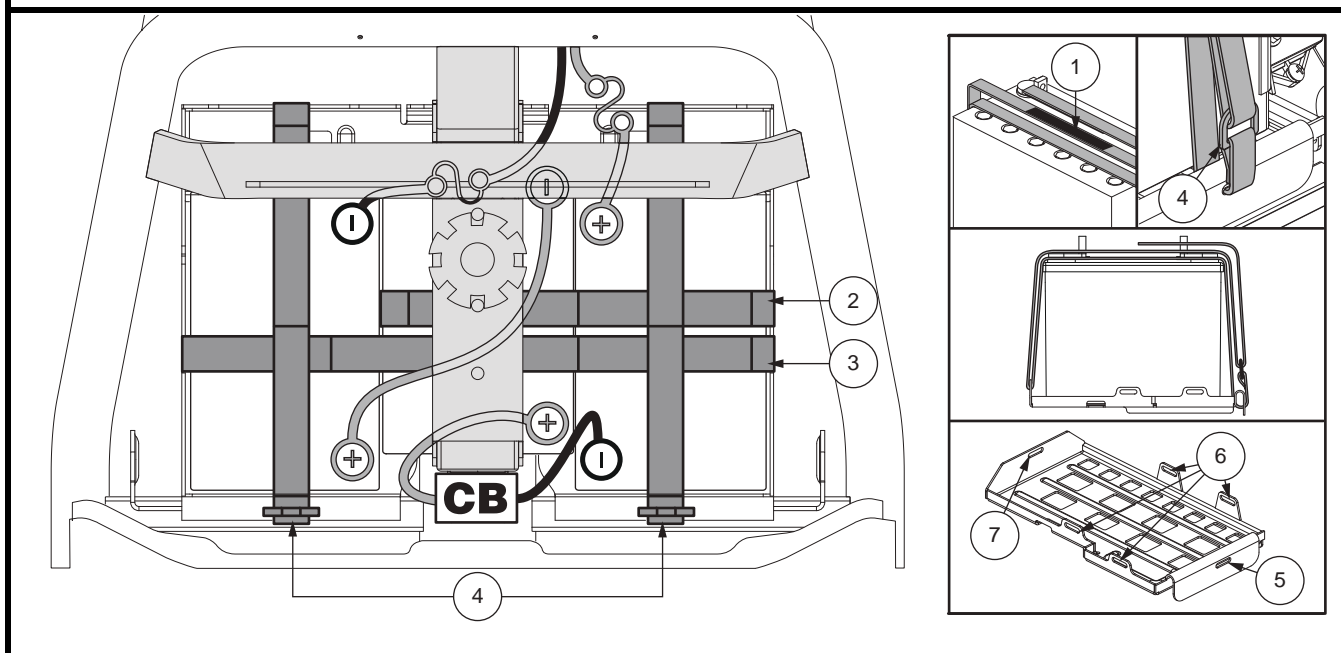

Figura 14. Fissaggio della batteria
**N.B.:** Utilizzare le cinghie in dotazione per fissare le batterie nei rispettivi alloggiamenti. Per la corretta procedura di installazione e fissaggio delle batterie fare riferimento alla **figura 14.**